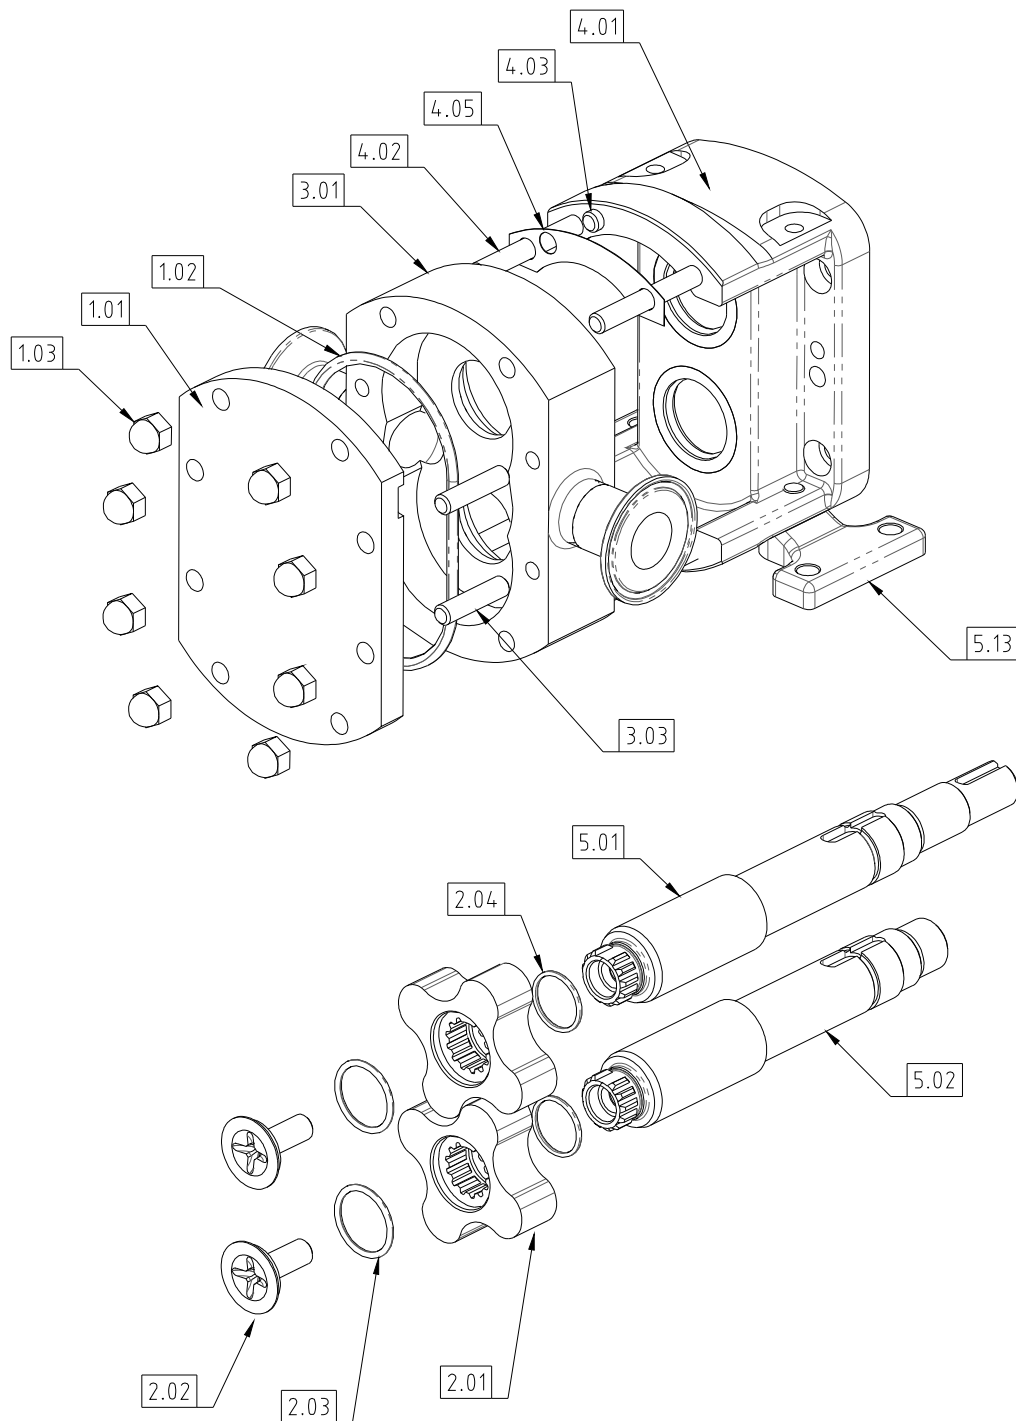

Fig 15 CP10 Sprängskiss
- För CP10 Pump – se Fig 15.
(Efter att avsnitt 4.1.1 genomförts) - se Fig 15.